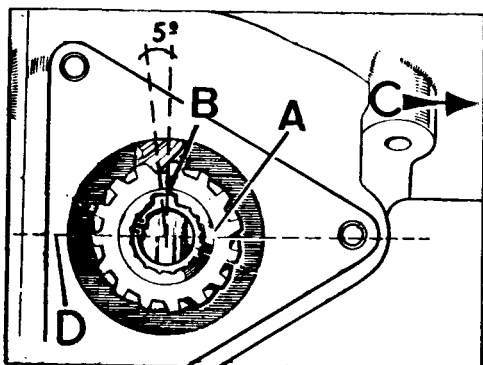

Fig. A1-117 Sincronización del piñón de mando con respecto al árbol de levas
- 2.4. El piñón de mando, A (Fig. A1-117) deberá quedar con la ranura ancha, B, desplazada  $5^\circ$  aproximadamente hacia la izquierda, con respecto a la línea perpendicular al eje longitudinal del motor (motores de 5 apoyos). En motores de 3 apoyos, esta ranura deberá quedar totalmente perpendicular al eje longitudinal, D.